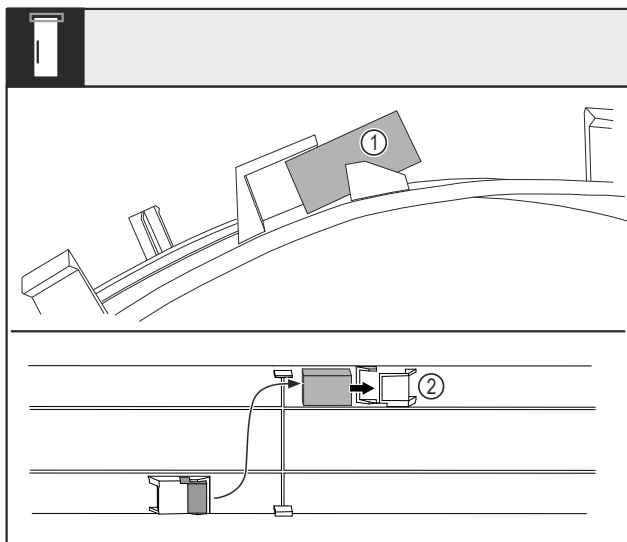

Fig. 16
- ▶ 将盖板弯曲并将门磁 Fig. 16 (1) 从插座中拉出。
- ▶ 将门磁推入另一个插座 Fig. 16 (2) 中。